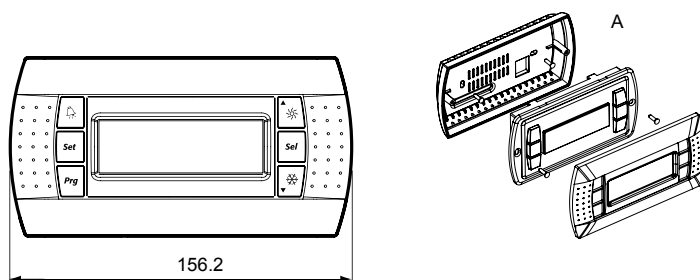

Abb. 8.3
4. Die angeschlossene DC41 in die Gehäuserückseite legen und mithilfe der Senkschrauben am Gehäuse befestigen, wie in Abb. 8.3 gezeigt.